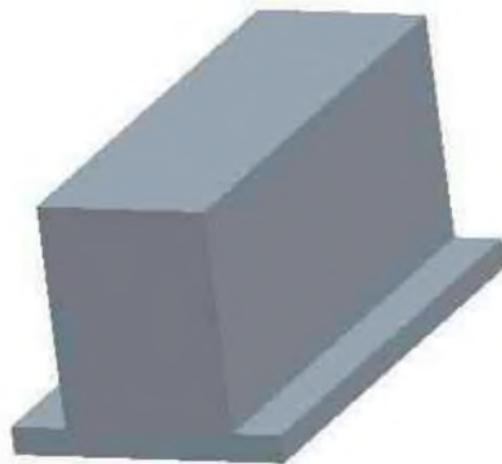

图 1-2
- 3) 在拉伸界面的“深度”对话框中输入拉伸长度为 370，单击按钮或鼠标中键完成变速箱箱体实体的绘制，如图 1-2 所示。